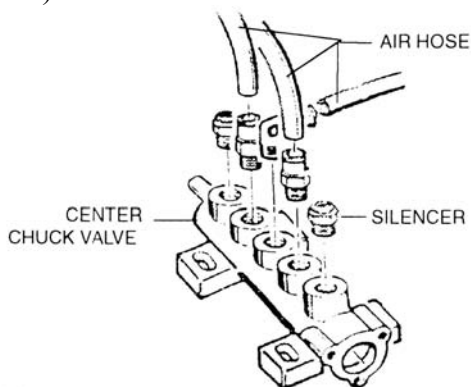

рис.11
11) Для очистки или замены клапана отжима крышки повторите шаги 8, 9, 10 (см. рис.11).